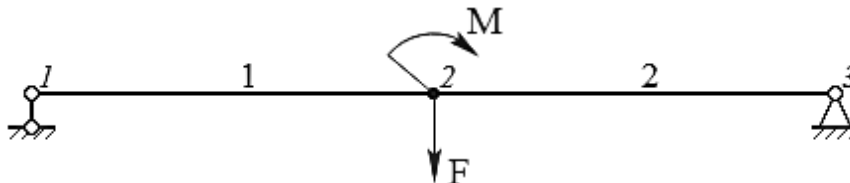

Рис. 6.12 – Схема балки к заданию 8
8. Определите реакций связей и постройте эпюры поперечных сил и изгибающих моментов (рис. 6.12). Заданы значения активных сил и моментов:  $F = 3$  кН,  $M = 30$  кН·м. Длины участков балки равны:  $l_{12} = 2$  м,  $l_{23} = 7$  м.